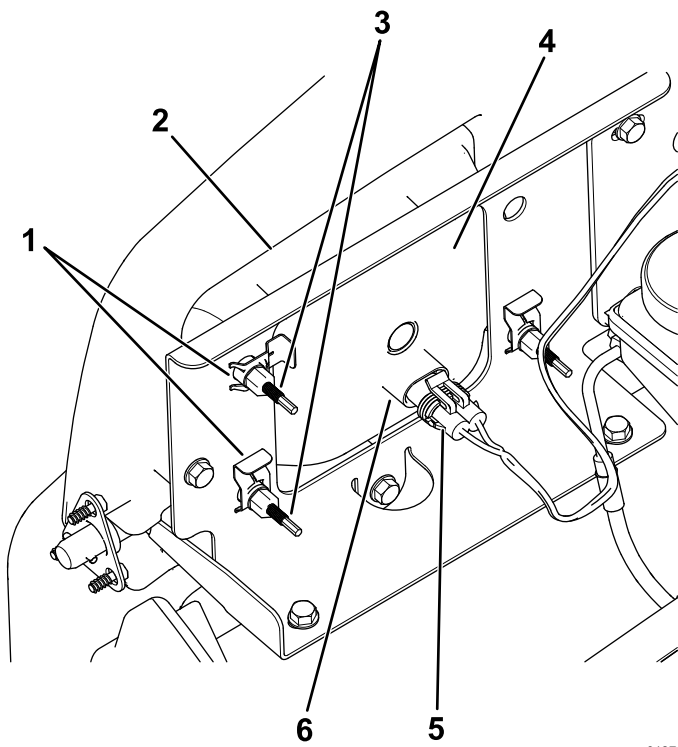

Figure 49
- Débranchez le connecteur électrique de faisceau du connecteur du phare (Figure 49).
4. Déposez les clips rapides qui fixent le phare à son support (Figure 49).
5. Sortez le phare en le déplaçant vers l'avant à travers l'ouverture dans le pare-chocs avant (Figure 49).
6. Montez le phare neuf par l'ouverture dans le pare-chocs (Figure 49).
8. Branchez le connecteur électrique de faisceau sur le connecteur de l'ampoule (Figure 49).
5. Au dos du phare, tournez les vis de réglage (Figure 49) pour orienter le phare et aligner la position de son faisceau.